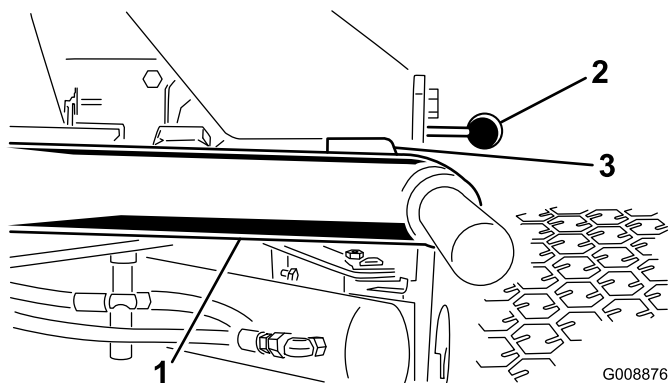

Figura 11
1. Ligue o motor, eleve as unidades de corte e verifique se a folga entre cada braço de elevação e o suporte da placa do chão é de 5 a 8 mm (Figura 11).